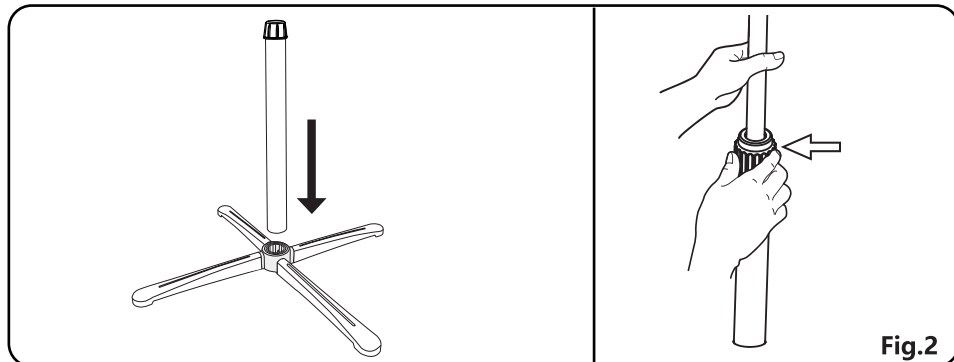

Fig.2
2. Desatornille la perilla de ajuste de la altura y baje la cubierta de los tornillos. Levante el tubo interno para ajustar la altura, asegurándose de que la perilla está apretada completamente antes de empezar. Vuelva a colocar el aro de ajuste de altura y apriételo. (Fig. 2)